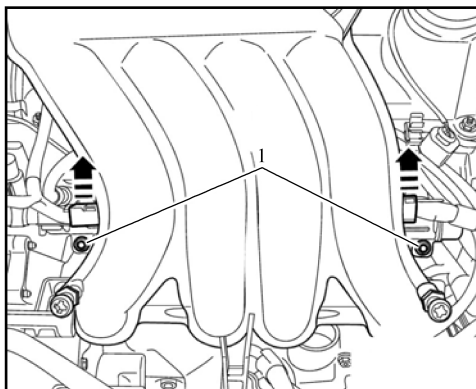

图 5-8 拆卸燃油分配器
- 5) 将燃油分配器的螺钉 1 拧出, 并将燃油分配器沿图 5-8 所示箭头方向拔出。